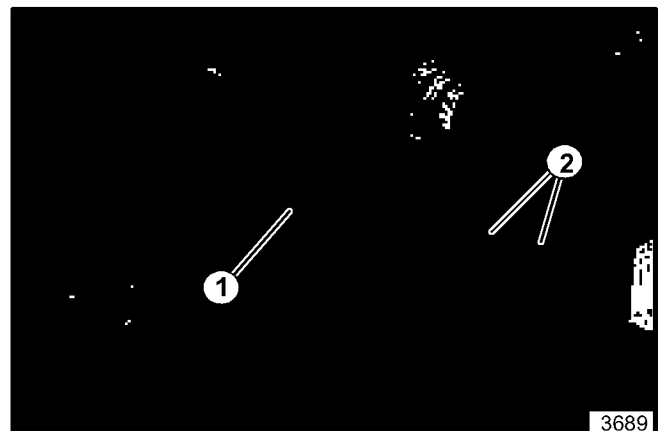

Abbildung 23. Einstellung des Riemenanschlags
17. Die Spindeltriebskupplung einrücken. Den Abstand von der Spannrolle bis zu dem an der Anbauplatte montierten Riemenanschlag messen. Der Abstand muß 2 mm (1/16 Zoll) betragen. Falls erforderlich, den Riemenanschlag lösen und neu positionieren (siehe Abbildung 23). Die Befestigungsteile anziehen.